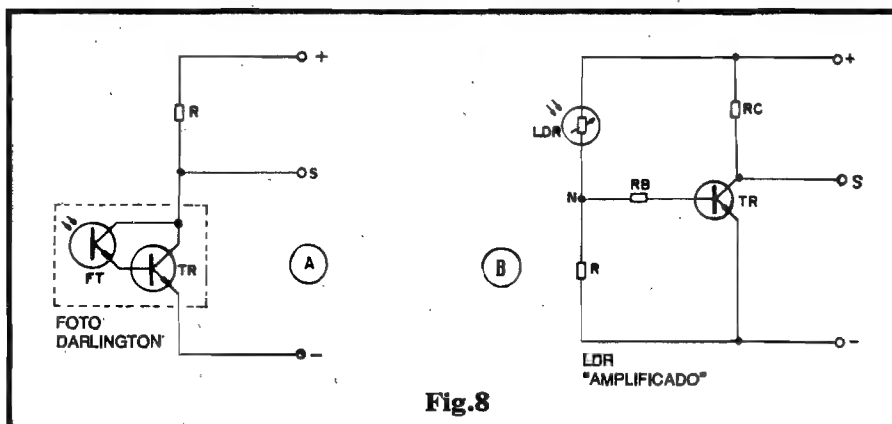

Fig. 8
- FIG. 8 - "QUERENDO MAIS" DOS FOTO-SENSORES - Nas figuras e exemplos anteriores, vimos - em termos simples e diretos - como funcionam os foto-sensores mais comuns, e como "extrair" deles o sinal elétrico correspondente à sua "visão" da luminosidade que os atinge... Em muitas circunstâncias circuitais, contudo, o nível, a excursão ou a intensidade dos sinais já "eletricamente traduzidos", não se mostra suficiente para as aplicações
tor bipolar comum, de alto ganho, disposto em polarização inversa... Nessa condição o LED age, basicamente, como um diodo comum, praticamente vedando a passagem de qualquer Corrente "medível", à base de TR... Se, entretanto, forte luminosidade atingir o LED, um sensível aumento na sua Corrente de "fuga inversa", ocorre, com o que TR passa a receber "alguma" polarização de base, cujo resultado (após o processamento pelo ganho do dito transistor...) é uma também nítida (ainda que pequena...) modificação na sua Tensão de coletor! Nada mais, nada menos que... um FOTO-TRANSISTOR, "feito" com um LED e um transistor comum...! O arranjo, simples e barato (frequentemente de custo menor do que o apresentado por um foto-transistor "mesmo"...), pode ser utilizado, na prática, em inúmeros circuitos ou aplicações simples... Notem que nada impede a realização de um "reforço" nas manifestações, simplesmente usando a configuração Darlington sugerida na fig. 8-A, adaptando-a ao arranjo mostrado na fi. 9! Basta considerar o conjunto LED/TR como se fosse um mero foto-transistor, e anexar outro transistor bipolar, estruturando um foto-Darlington, tão "usável" quanto qualquer outro foto-sensor...!